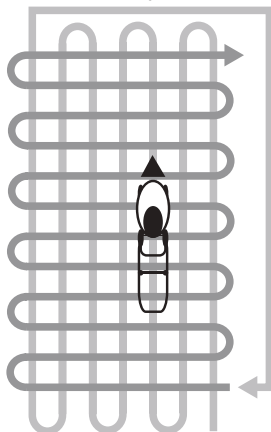

Рис. 15. Схема скашивания высокой и/или загущенной травы
5. При скашивании в тяжелых условиях (п. 3,4) рекомендуется двигаться медленнее или проводить повторный проход с меньшей высотой скашивания. На Рис. 15 представлена схема движения газонокосилки при скашивании высокой и/или загущенной травы.